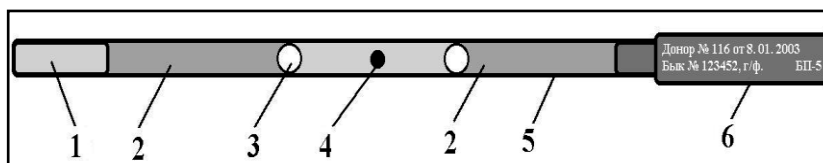

Рисунок 3 – Схема заправки пайеты с эмбрионом:
**а)** эмбрионы с помощью шприца объемом 1 см3 помещают в пайеты, при заправке которых соблюдают следующую последовательность их заполнения (рис.3):